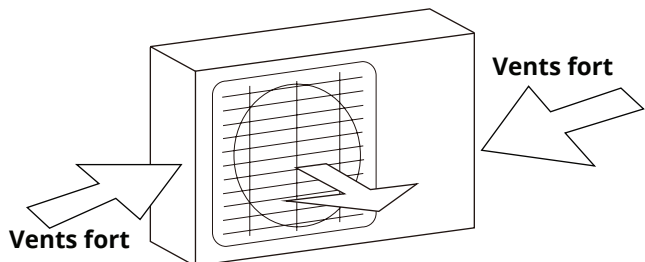
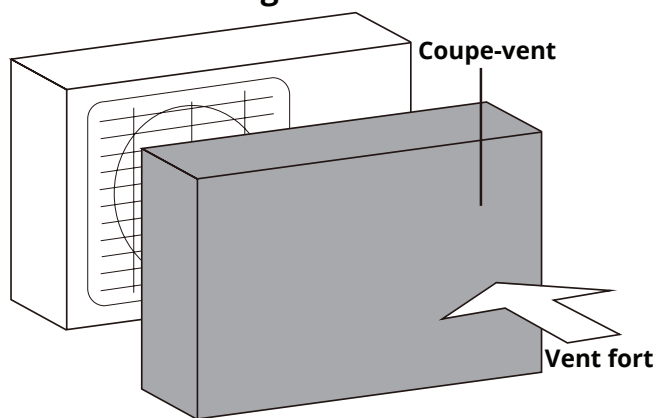

Fig. 6.2
Fig. 6.3
**Si l'unité est exposée à un vent fort :** Installez l'appareil de façon à ce que le ventilateur de sortie d'air soit à un angle de 90° par rapport à la direction du vent. Si nécessaire, construisez une barrière devant l'appareil pour le protéger des vents extrêmement forts. Assurez-vous que le pare-vent ne bloque pas le flux d'air nécessaire, voir Fig. 6.2 et Fig. 6.3.